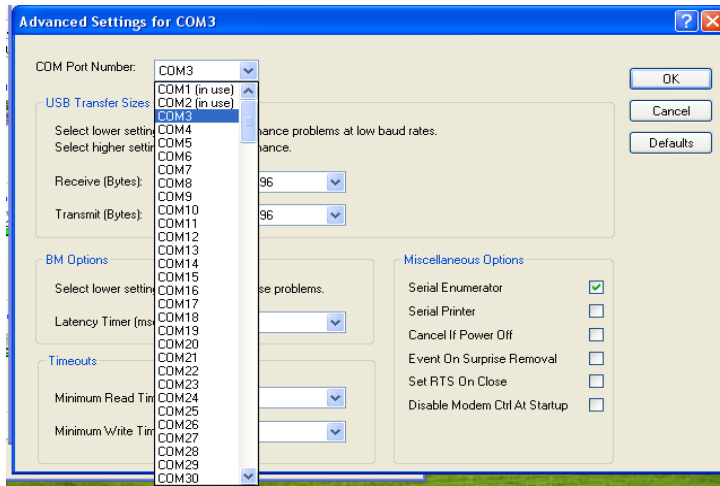

Рисунок 19
- В появившемся окне «Advanced Settings for COM...» напротив надписи «COM Port Number» выбрать необходимый номер свободного COM-порта, то есть порта без подписи «(in use)» (см. рисунок 19). Затем закрыть все окна нажатием клавиши «OK».